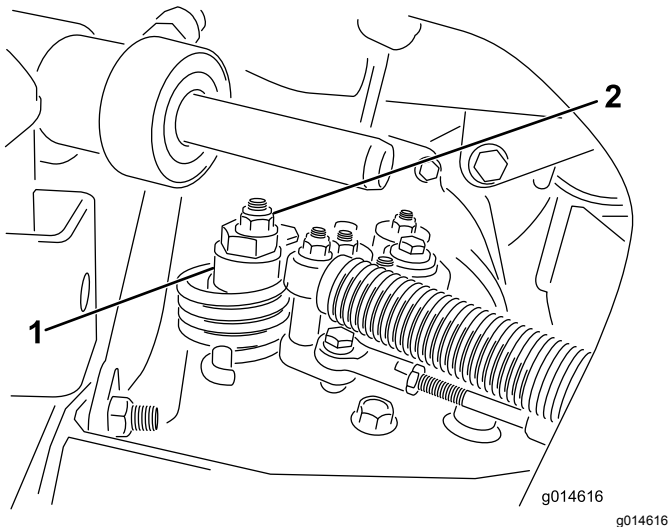

图34
- A. 松开将偏心螺栓固定到静液压泵顶部的螺母图 34。
- C. 旋转偏心螺栓直到不再出现任何方向的缓慢前移。当轮子停止旋转时旋紧螺母锁定偏心螺栓和调整图34。将油门移至慢速和快速位置验证调节情况。